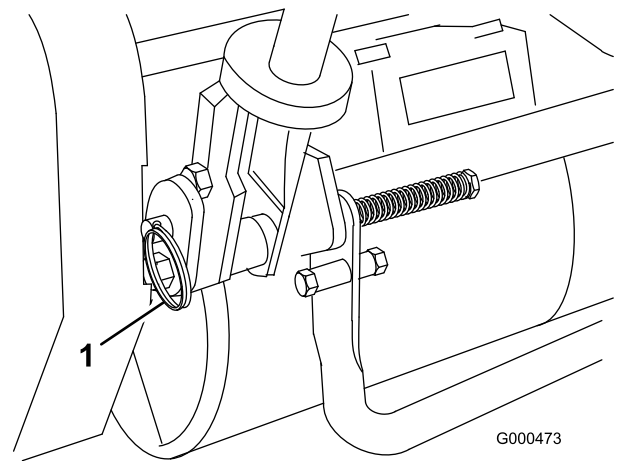

Bild 6
2. Stützen Sie den Griff ab. Nehmen Sie die Ringstifte auf jeder Seite ab. Lassen Sie den Griff auf die gewünschte Position ab oder heben Sie ihn an (Bild 6).
1. Nehmen Sie auf jeder Seite des Rasenmähers die Splinte von den Ringstiften ab (Bild 6).